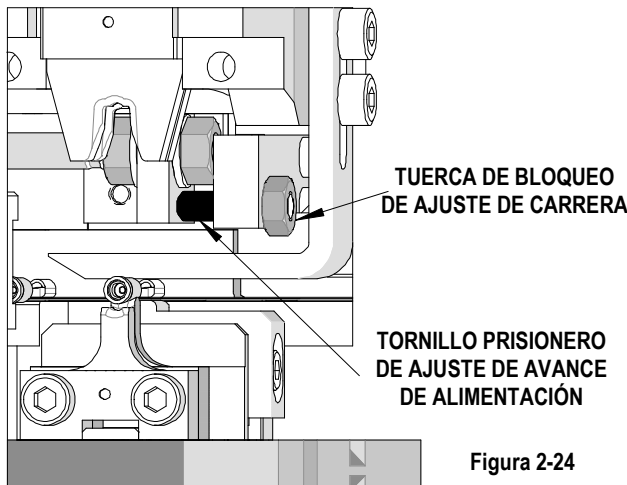

Figura 2-24
4. Con una llave hexagonal de 2 mm, ajuste el tornillo de ajuste de posición de alimentación. Al girar la llave a la derecha, se reducirá la carrera de alimentación; al girarla a la izquierda, se aumentará la carrera. Véase la Figura 2-24. Al reducir la carrera de alimentación, hale la cinta hacia atrás para mantener los orificios de índice de la cinta enganchados con los trinquetes de alimentación. Si hay presión (de avance) en el cilindro de alimentación, el conjunto de alimentación deberá seguir al ajuste.